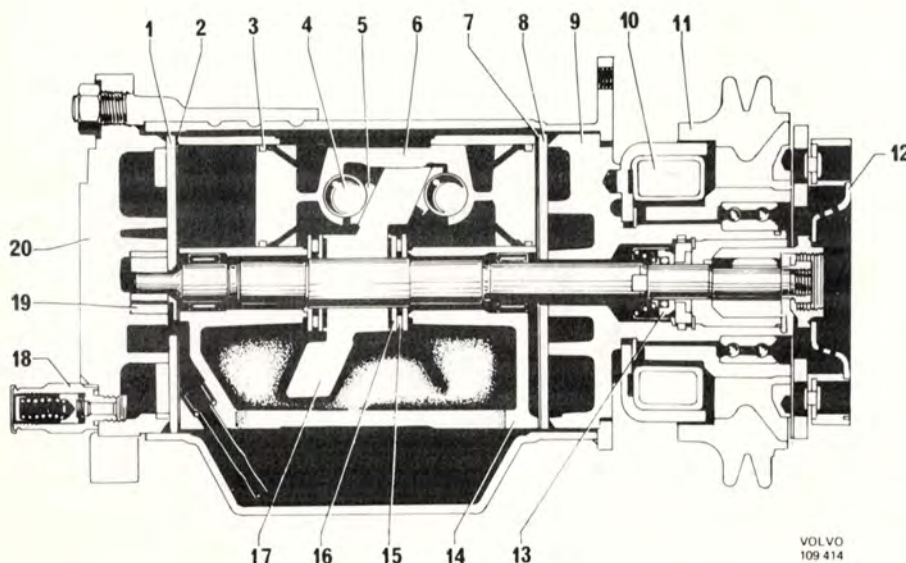

Bild 8-29. Kompressor
Kompressorkopplingen är av elektromagnetisk typ med fast magnet. Den roterande delen består av ett nav fastsatt på kompressoraxeln, en drivplatta (12, bild 8-29) samt remskiva (11). Drivplattan är flexibelt hopnitad med navet, medan remskivan är lagrad på detta med ett kullager.
Cylinderblocket (14, bild 8-29) består av en främre och en bakre halva. Tre cylindrar är borrade i vardera halvan. Vid tillverkningen borrar cylindrarna i de bägge halvorna samtidigt för att korrekt passning ska erhållas. Detta gör att de bägge halvorna måste behandlas som en enhet.